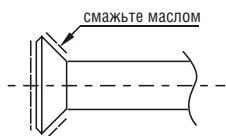

Рис. 19
- Внешнюю поверхность вальцовки и гайки смажьте маслом и поверните гайку на 3–4 оборота руками, перед тем, как затягивать гайку ключом (рис. 19).